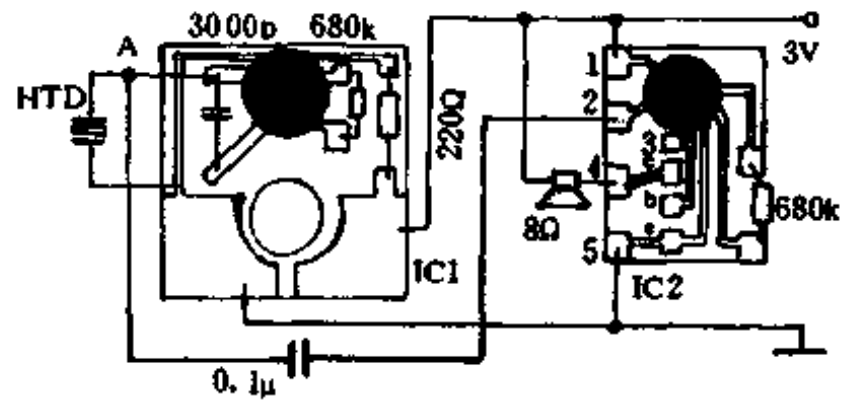

图 1-78
1. 电路原理:电路如图 1-78 所示,它采用了二片集成块,IC1 为一个专用的口哨声控集成电路,此电路具有选频触发的功能,其工作与否要受 HTD 压电陶瓷片拾取到频率在 18kHz 左右的口哨声来触发。IC2 为常见的音乐集成块,其工作与否要受 IC1 工作时输出的音频信号